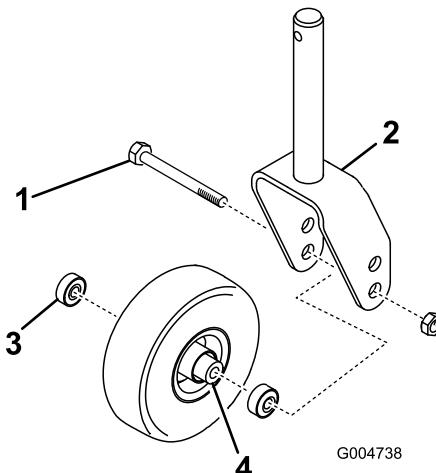
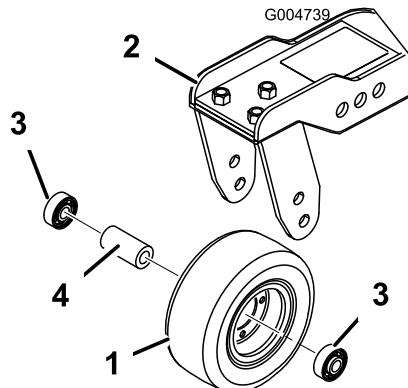

Figura 125
Figura 126
1. Retire la contratuerca del perno que sujetla el conjunto de la rueda giratoria entre la horquilla (Figura 125) o al brazo de pivote (Figura 126).
2. Retire el cojinete de la rueda y deje que se caiga el suplemento del cojinete (Figura 125 y Figura 126).